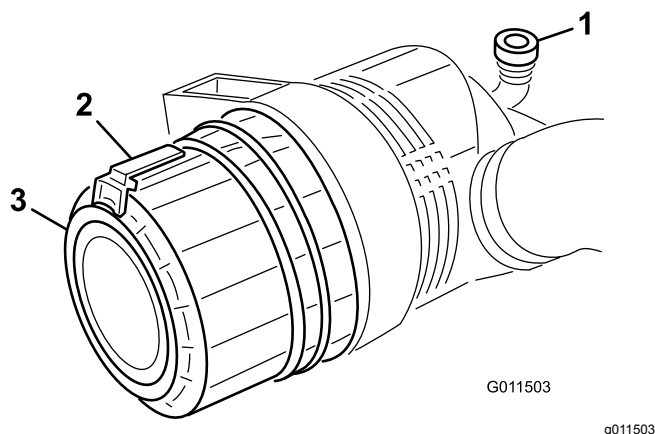

Figure 47
2. Tirez le verrou vers l'extérieur et tournez le couvercle du filtre à air dans le sens antihoraire (Figure 47).